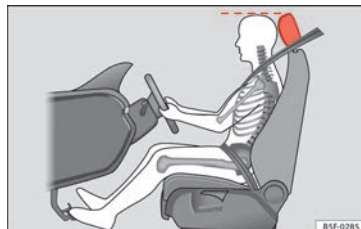

Fig. 85 Position correcte de l'appuie-tête du conducteur
- Réglez l'appuie-tête de sorte que le bord supérieur de celui-ci soit à la même hauteur que la partie supérieure de votre tête » **fig. 85.**